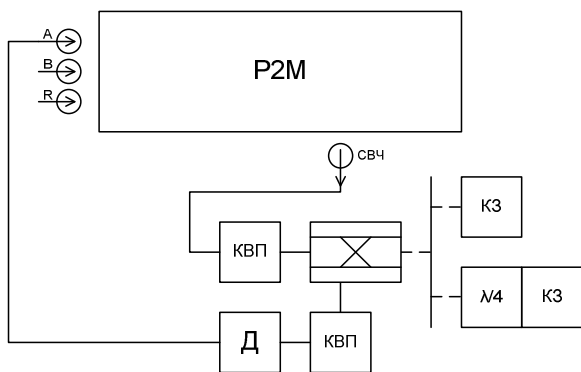

Рисунок 14 - Схема калибровки с волноводным НО, без опорного канала
- с волноводным НО, без опорного канала (рис. 14);